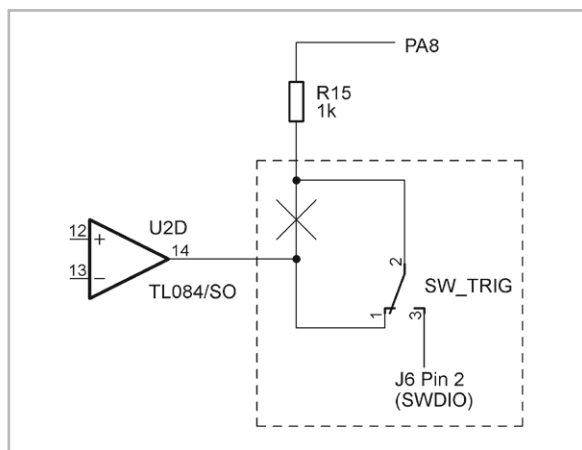

Bild 1: Schaltplan Umschalter Trigger-Quelle
- Trigger-Quelle umschaltbar zwischen Analogkanal 1 und Digitalkanal 1. Hierzu muss ein mechanischer Umschalter eingebaut werden (Bild 1)